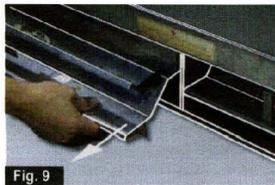

Fig. 9
- Sortir le caisson gauche sans débrancher le domino de raccordement placé entre les deux caissons ( fig. 9 ). Monter la résistance et le limiteur ( Fig. 1 à 6 )